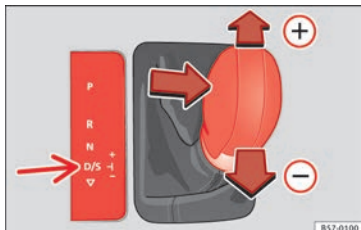

Fig. 192 Consola central: cambiar con tiptronic.
- Tire de la palanca selectora hacia adelante  para insertar una marcha superior **»» fig. 192.**